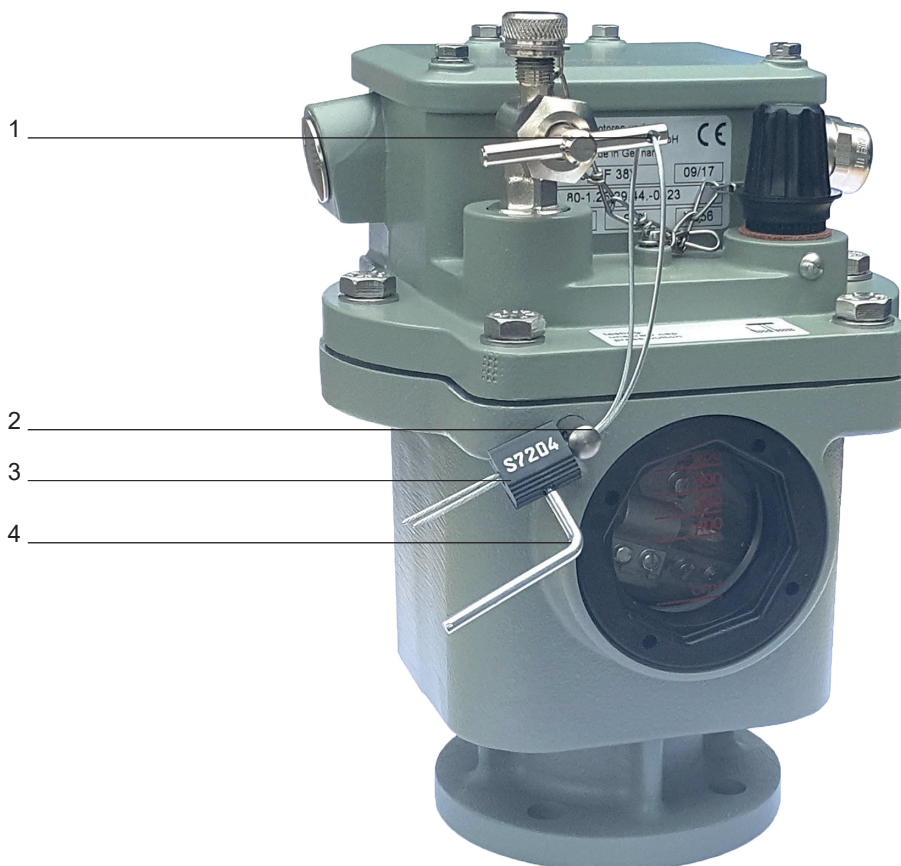

Fig.17 - Relé de gas CF 38 con precinto
- como ilustrado en la Fig. 17, haga pasar el cable de seguridad por las perforaciones que se encuentran en el mango de la válvula (Fig. 17/No. 1) y la caja (Fig. 17/No. 2)
- a continuación, fije firmemente los dos extremos del cable dentro del cuerpo del precinto (Fig. 17/No. 3)
- atornille el tornillo prisionero del precinto con la herramienta que se encuentra ahí (Fig. 17/No. 4), para fijar el cable colocado sin que se combe
**El relé de gas con precinto de seguridad, tal como ilustrado en la Fig. 17, se suministra sin tapas protectoras.**